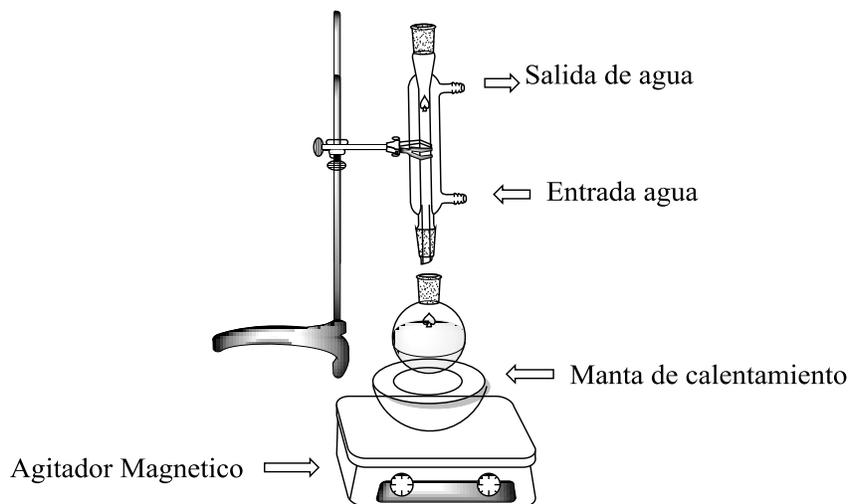

Figura 1. Sistema para Reflujo
4. Coloque el sistema anterior sobre la manta de calentamiento, encienda la plancha de agitación y asegúrese que fluya agua por el refrigerante. Vea Figura 1.